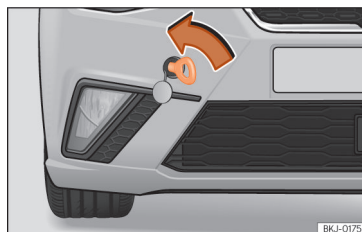

Fig. 158 Parte direita do para-choques dianteiro: argola de reboque enroscada.
- Enrosque a argola de reboque no alojamento girando-a ao máximo **no sentido contrário ao dos ponteiros do relógio** »» Fig. 158 , »» ⓘ.